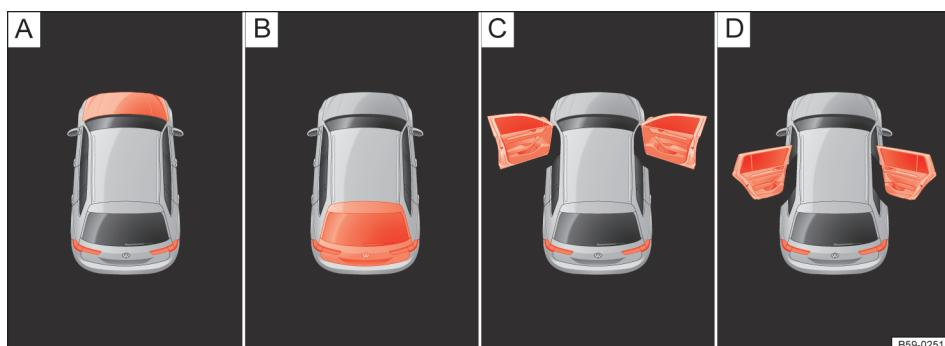

图 16 显示屏显示：[A]. 发动机舱盖处于打开状态 [B]. 行李厢盖处于打开状态 [C]. 前车门处于打开状态 [D]. 后车门处于打开状态
- 车门、发动机舱盖和行李厢盖未关闭→图 16
→图 16 说明：